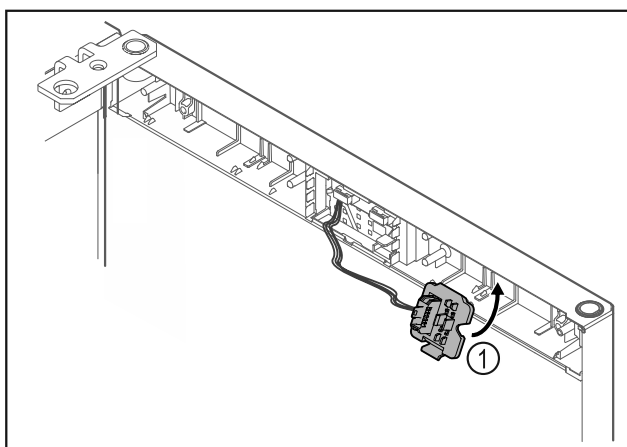

Fig. 21
- Fixați în poziție suportul fișei Fig. 21 (1) pe partea opusă.